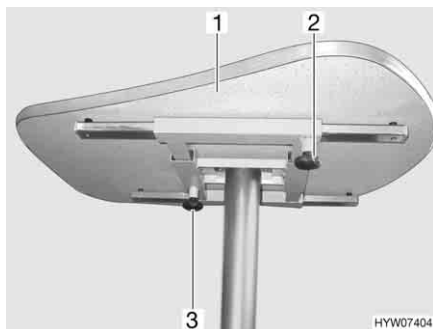

Fig. 33 Tavolo fisso con piede del tavolo ancorato
- Svitare la vite a testa cilindrica zigrinata (Fig. 33,2).
- Spingere il piano del tavolo (Fig. 33,1) nella posizione desiderata.
- Svitare la vite a testa cilindrica zigrinata (Fig. 33,3).